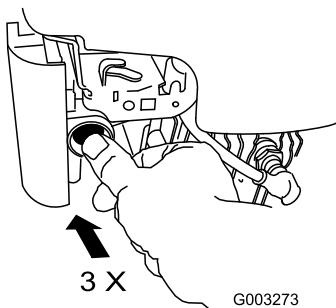

Figure 19
1. Appuyez fermement à 3 reprises sur l'amorceur avec le pouce, en marquant une pause d'une seconde chaque fois (Figure 19).